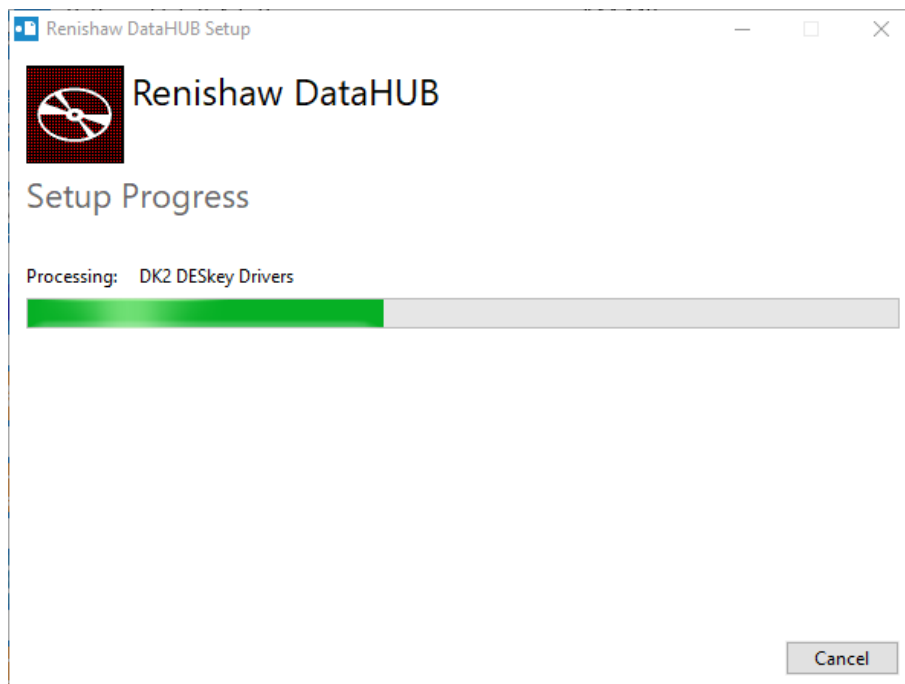

Abbildung 17 Fortschrittsbalken
5. Warten Sie, bis der Fortschrittsbalken vollständig angezeigt wird (siehe Abbildung 17).